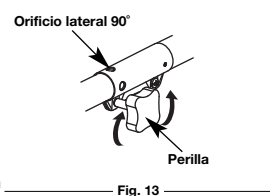

Fig. 13
ADVERTENCIA: Evite los arranques accidentales. Colóquese en posición de inicio cuando tire de la cuerda de arranque (Fig. 13). El operador y la unidad deben estar en una posición estable al arrancar la unidad para evitar graves lesiones personales.
1. Gire la perilla en sentido antihorario para aflojarla (Fig. 13).
3. Gire la perilla en sentido horario para ajustarla (Fig. 13).
Para recortar bordes mientras usa el accesorio de corte de cabeza de línea con modelos EZ-Link™, trabe el botón de desconexión en el orificio lateral de 90° (Fig. 13).